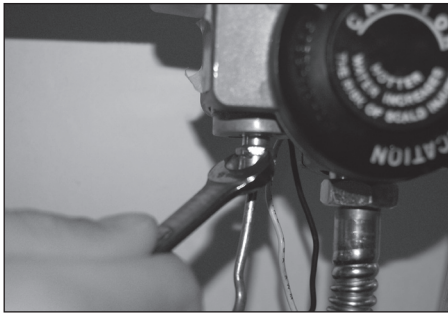

Figure 8
1. Retirer le thermocouple du robinet de gaz. **Figure 8**